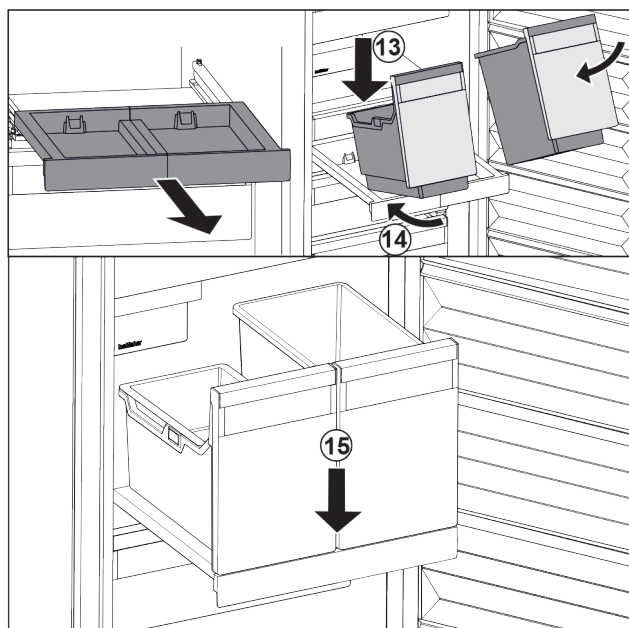

Fig. 39
- ▶ Nasadte nádobu šikmo na vysouvací desku. Fig. 39 (13)
- ▶ Zasuňte nádobu šikmo dozadu. Fig. 39 (14)
- ▶ Usadte vpředu nádobu. Fig. 39 (15)